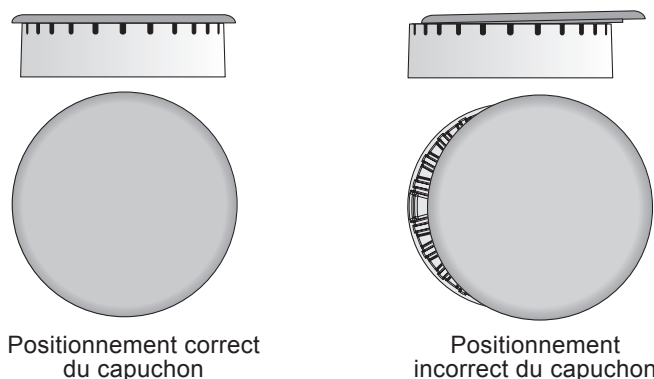

Figure 21 : Positionnement d'un capuchon de brûleur
2. Veiller à ce que chaque capuchon de brûleur soit correctement aligné et de niveau comme illustré à la Figure 21. Il se peut que les brûleurs ne s'allument pas ou ne brûlent pas uniformément si les capuchons sont mal mis en place sur la tête.